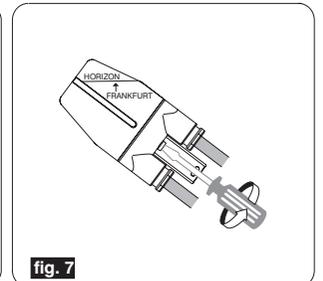

fig. 7
- fissare la calotta serrando la vite imperdibile posta nella parte inferiore della base, serrare la vite sino a quando la calotta preme sulla guarnizione garantendo la chiusura ermetica (fig.7).
- Secure the dome by tightening the captive screw inserted through the bottom of the base. Tighten the screw until the dome presses on the gasket sufficiently to ensure a hermetic seal (fig. 7).